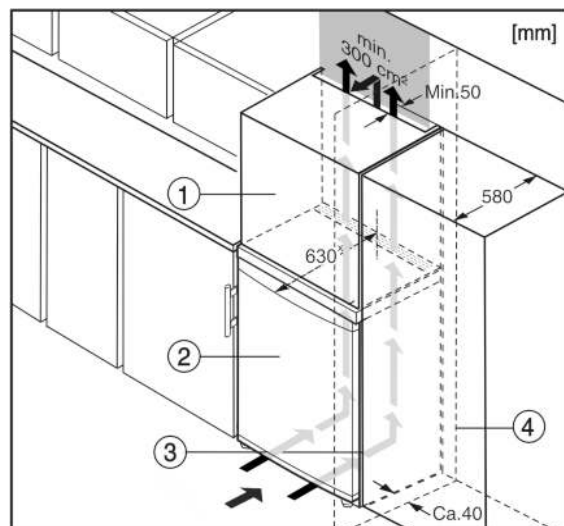

Fig. 5
(1) Дополнительный шкафчик
(2) Устройство
(3) Кухонный шкаф
(4) Стенка
Устройство может быть окружено кухонными шкафами. Чтобы уравнивать устройство Fig. 5 (2) по высоте с кухонной стенкой, можно установить над устройством дополнительный шкафчик Fig. 5 (1).
При комбинировании с кухонными шкафами (глубина макс. 580 мм) устройство можно установить непосредственно рядом с кухонным шкафом Fig. 5 (3). Устройство выступает сбоку на 34 мм * и по центру на 50 мм * относительно передней стенки кухонного шкафа.
Если устройство установлено на шарнирах у стены Fig. 5 (4), то расстояние между устройством и стеной должно быть не менее 40 мм. Настолько выступает ручка при открытой двери.